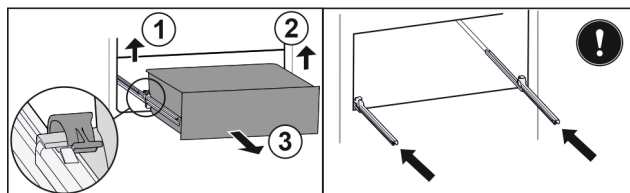

Fig. 133
- ▶ 提起左侧夹子，同时将抽屉左侧向前拉。 Fig. 133 (1)
- ▶ 提起右侧夹子，同时将抽屉右侧向前拉。 Fig. 133 (2)
- ▶ 朝前取出抽屉。 Fig. 133 (3)